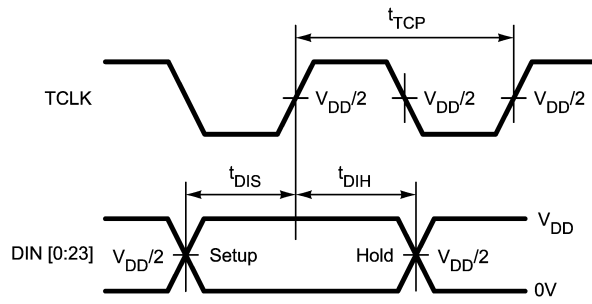

FIGURE 5. Serializer Setup/Hold Times
**Note 12:** Figure 5、15、16 でのデータ・ストロブは、立ち上がりエッジです (TCLK IN/RCLK OUT)。